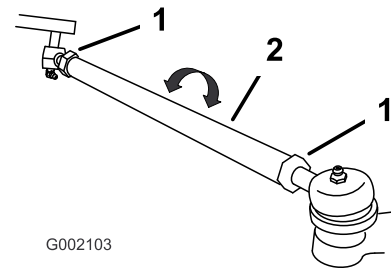

Figure 39
2. Si la valeur obtenue n'est pas comprise dans la plage spécifiée (reportez-vous aux dimensions et aux paramètres mentionnés au début de cette procédure), desserrez les contre-écrous à chaque extrémité des biellettes (Figure 39).